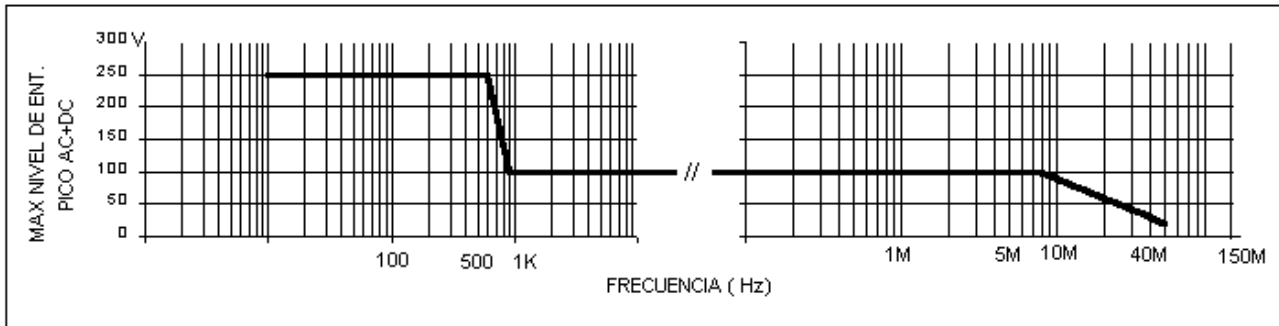

FIG 1 MAX Nivel de Entrada (ENT A,B)
* Máximo nivel de Señal de entrada (FIG 1) igual a la Entrada A